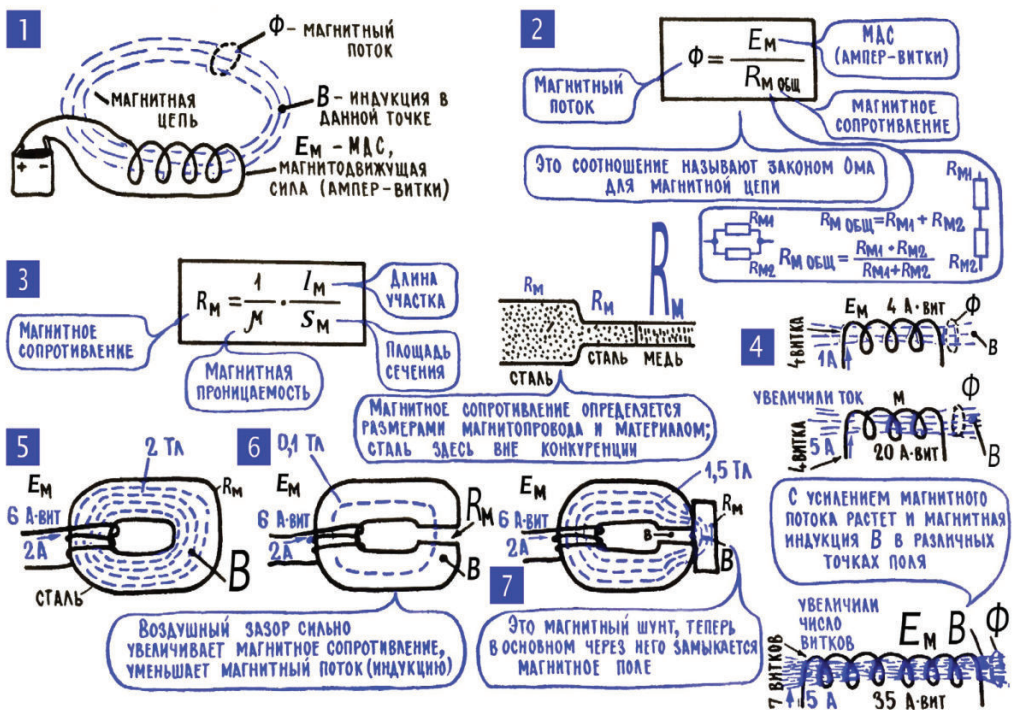

Рис. 5.5. Характеристики магнитного поля
8. Путь, по которому замыкается магнитное поле, часто называют магнитной цепью. Можно провести полезную аналогию между электрической цепью, по которой идет ток, и тем «бубликом», по которому замыкается магнитное поле (рис. 5.5; 1). Роль генератора в такой магнитной цепи играет сам магнит или электромагнит – катушка. Ток в электрической цепи можно сравнить с общим магнитным потоком, который как бы выходит из одного полюса магнита и входит в другой. А магнитное сопротивление будет отображать влияние среды на вели-
чину магнитного потока подобно тому, как сопротивление электрической цепи отображает влияние среды, где протекает ток, на величину этого тока. Существует даже закон Ома для магнитной цепи (рис. 5.5; 2), он имеет внешнее сходство с законом Ома для электрической цепи. Например, отмечается, что магнитный поток пропорционален так называемой магнитодвижущей силе, которую в случае электромагнита определяют ампер-витки катушки: чем больше эти ампер-витки, тем сильнее общий магнитный поток. Кроме того, магнитный поток обратно пропорционален магнитному сопротивлению: если полюсы магнита, который находился в воздухе, замкнуть магнитопроводом из стали, то резко (в 7000 раз⁴) уменьшится магнитное сопротивление цепи и увеличится магнитный поток.
Сравнение магнитной цепи с электрической приводит к некоторым очень важным практическим выводам. Вот один из них: если в замкнутой стальной магнитной цепи сделать небольшой воздушный зазор (рис. 5.5; 6), то он резко увеличит общее магнитное сопротивление цепи и ослабит об-
щий поток – так, участок с большим сопротивлением, последовательно включенный в электрическую цепь, резко уменьшает ток в ней. Очень важно, что при этом уменьшится и магнитная индукция в самой стали – это есть результат ослабления общего магнитного потока. А если параллельно воздушному зазору создать дополнительный путь с меньшим магнитным сопротивлением (рис. 5.5; 7), например приложить к зазору тонкую стальную пластинку, то магнитное сопротивление участка уменьшится (так уменьшалось сопротивление участка электрической цепи при ее шунтировании) и основной магнитный поток пойдет по пути наименьшего магнитного сопротивления (основной электрический ток в параллельной цепи тоже идет по пути наименьшего сопротивления), пойдет через магнитный шунт. Это интересное явление ранее использовалось для записи сигналов на магнитную ленту в магнитофонах и видеомагнитофонах и до сих пор используется в обычных компьютерных жестких дисках.